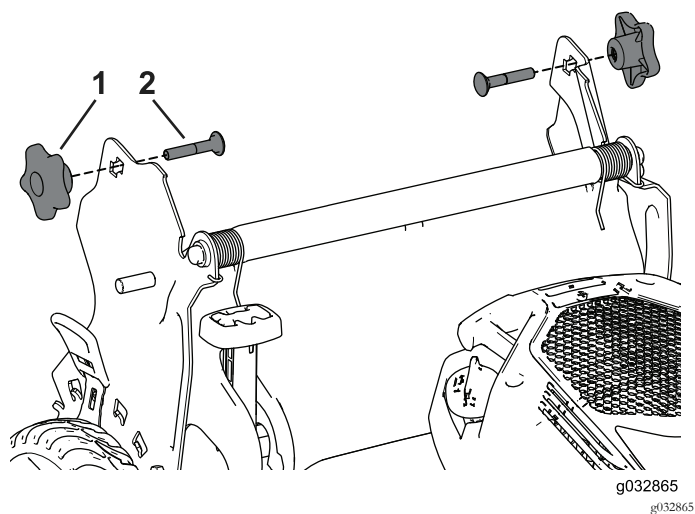

Figura 29
- Inserte el perno de cuello cuadrado (con la cabeza del perno hacia el interior) a través del soporte del manillar y del orificio superior del extremo del manillar. Asegúrese de que los bordes cuadrados de cada perno de cuello cuadrado entre en el orificio cuadrado superior o inferior de su soporte del manillar relacionado (Figura 29).